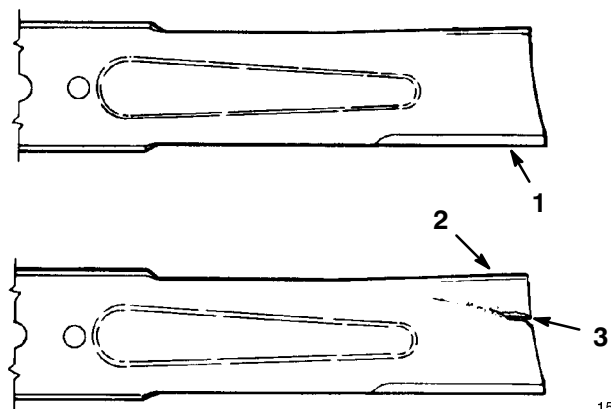

Abbildung 35
2. Die Schneidkanten untersuchen (Abb. 35). Wenn die Kanten nicht scharf sind oder Kerben haben, das Schnittmesser ausbauen und schärfen. Siehe "Schärfen der Schnittmesser", Seite 40.
3. Die Schnittmesser untersuchen, insbesondere den gebogenen Bereich (Abb. 35). Wenn Schäden, Verschleiß oder Rillenbildung in diesem Bereich festgestellt werden (Abb. 35), muß sofort ein neues Schnittmesser installiert werden.